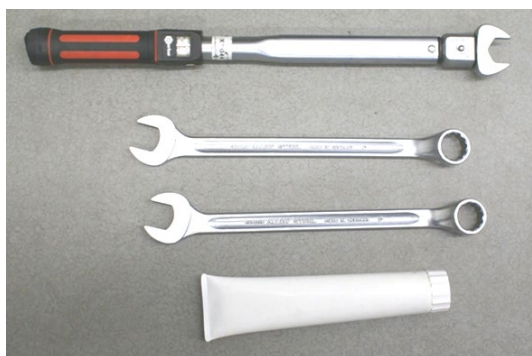

Figura 1
- Utensili e accessori necessari: si veda figura 1.